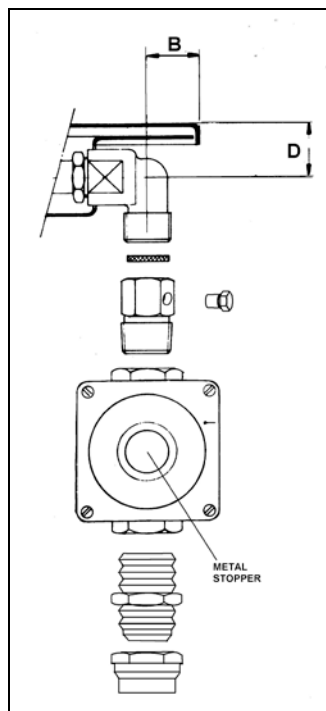

Fig.5
- 1) Dévisser à la main le bouchon en plastique supérieur du régulateur (Fig. 5).